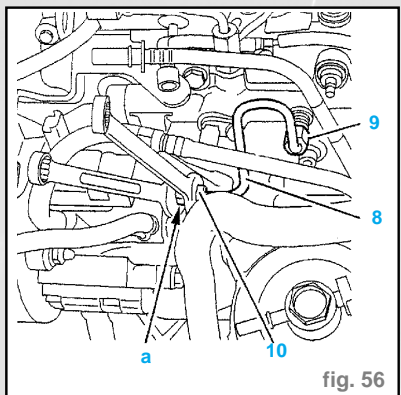
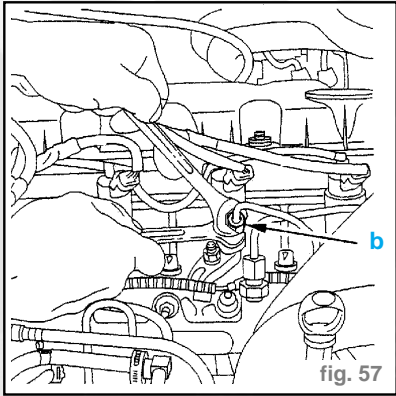

fig. 56
fig. 57
- Écarter les tubes (1) (2) (3) (4).
- Déposer le support (6).
- Appliquer un contre-couple en (a), desserrer le raccord (10) (fig. 56).
- Desserrer le raccord (9).
- Déposer le tube d'alimentation haute pression (8).
- Appliquer un contre-couple en (b) (fig. 57).